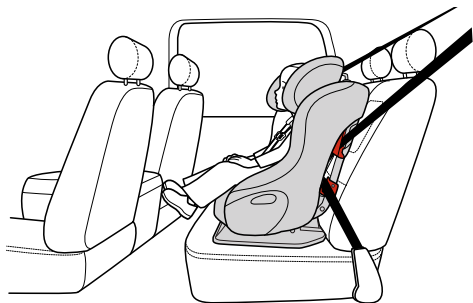

Figure 2
- Les sangles du harnais doivent traverser les fentes du harnais au même niveau ou au-dessous – et le plus près possible – des épaules de l'enfant, tel qu'illustré dans la **Figure 2**.